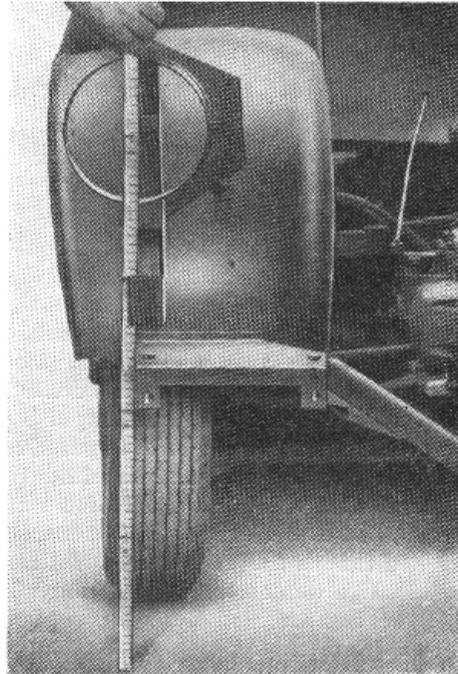
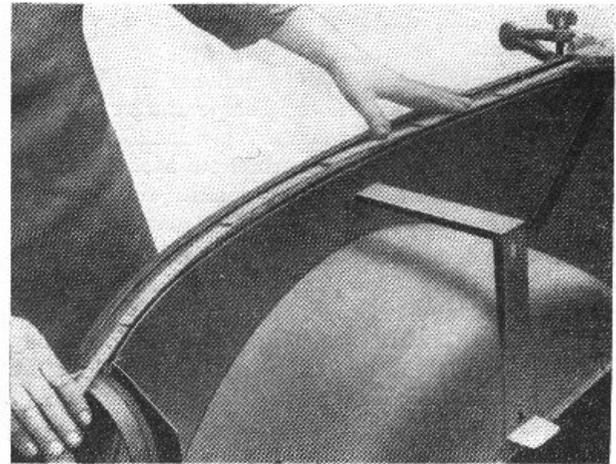

Bild K 32. Höhenmaß feststellen
Bild K 33. Längsmaß feststellen
3. Das Höhenmaß (Bild K 32) und das Längsmaß (Bild K 33) sind entsprechend dem gegenüberliegenden Radkasten zu berichtigen.